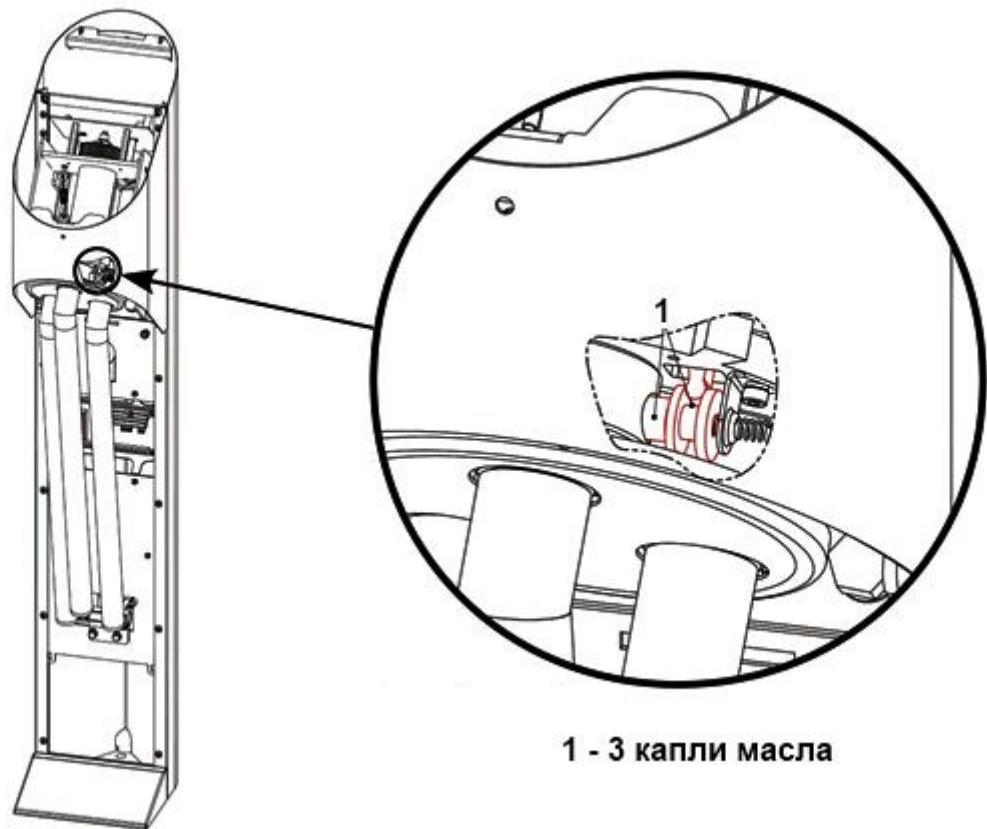

Рисунок 21 – Места соединения фиксатора и кулачка разблокировки планок
3.7.5 Рисунок 21 – смазать места соединения фиксатора и кулачка разблокировки планок.
Операцию необходимо проделать для всех планок, проворачивая диск. Рисунок 21 – отверстие показано условно.